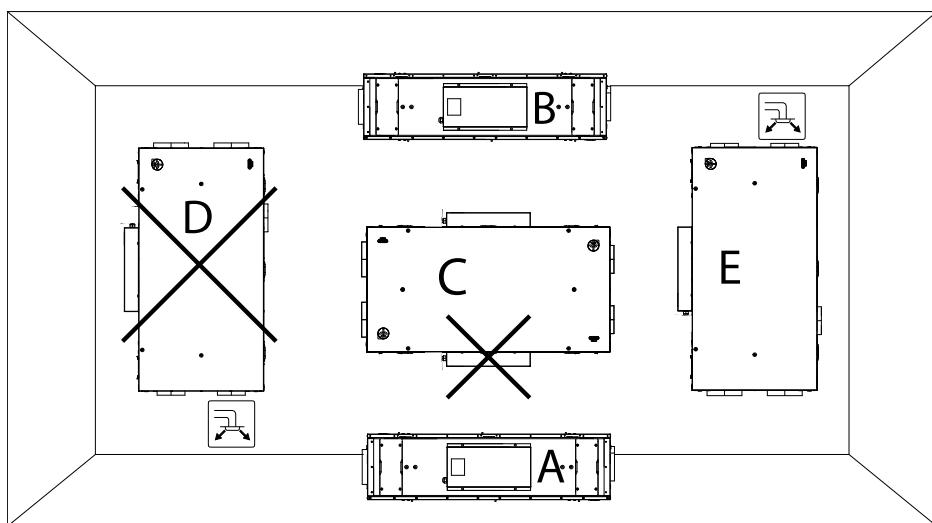

Рис. 3 Возможные положения для монтажа
2. Положение для монтажа см. рисунок 3.